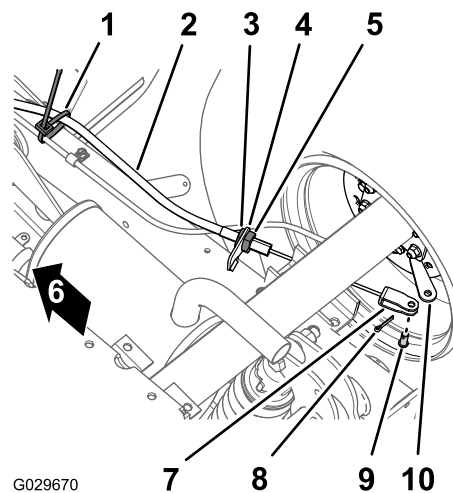

Figura 41
1. Sulla parte inferiore della macchina, rimuovete la fascetta per cavi che fissa il cavo del freno di stazionamento alla linea del freno di servizio (Figura 41).
2. Contrassegnate una striscia di rotazione sul controdado anteriore per il cavo del freno di stazionamento (Figura 41).
3. Allentate il controdado posteriore e rimuovete il cavo dalla staffa del cavo del freno (Figura 41).
4. Togliete la coppiglia e il perno con testa che fissano l'uncino del cavo del freno di stazionamento alla leva di azionamento del freno e separate il cavo dalla leva (Figura 41).
1. Disponete il regolatore filettato del cavo del freno di stazionamento sulla staffa del cavo del freno e l'uncino sulla leva di azionamento del freno (Figura 41).
3. Allineare il regolatore filettato del cavo del freno di stazionamento alla staffa del cavo del freno e serrare il controdado posteriore (Figura 41).